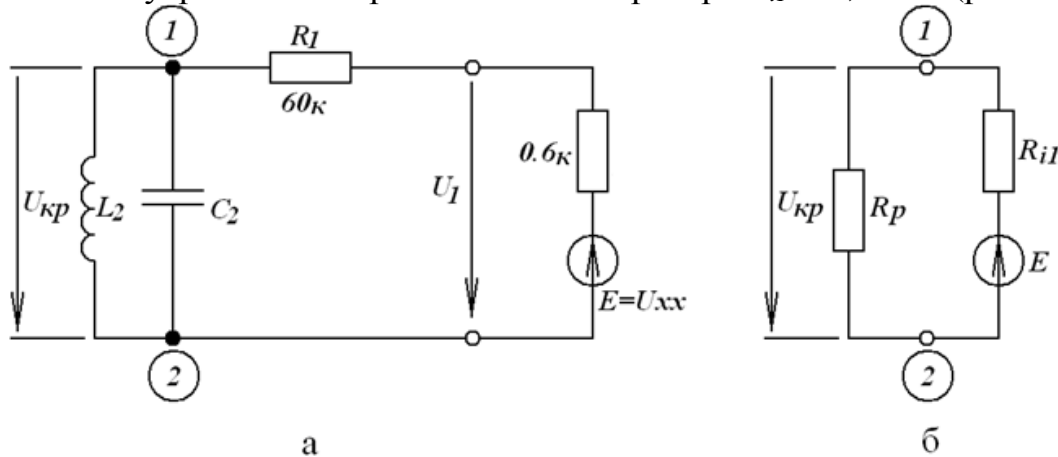

Рисунок 3.1 – Подключение параллельного колебательного контура к генератору и его эквивалентная схема на резонансе
2) эквивалентную добротность $Q_{Э1}$ и полосу пропускания $2\Delta f_{П1}$ с учетом внутреннего сопротивления генератора $R_{i1}=60,6\text{кОм}$ (рис.3.1а);
4) резонансное напряжение на контуре $U_{кр}$ при подключении его к генератору с внутренним сопротивлением $R_{i1}=60,6\text{кОм}$ и $R_{i2}=6,6\text{кОм}$ (рис.3.1б);
- 8) измерить по СН1 значение $U_{xx}=E$ на частоте резонанса, отключив контур от генератора; сравнить E и показания СН1 из предыдущего пункта, результат объяснить (см. рис.3.1а);